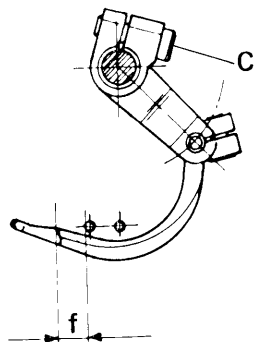

Fig. 19
2. (quota 'f'). Per ottenere la quota 'f' allentare la vite C (fig. 19) e ruotare il porta crochet.
2. (distance "f") To obtain distance "f", slacken screw C (fig. 19) and turn looper holder.